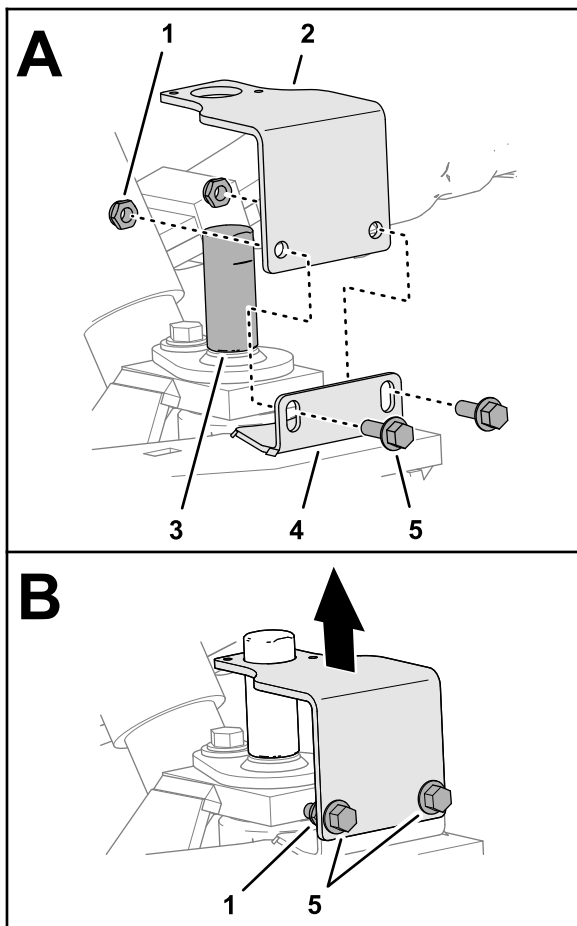

Figura 15
3. Alinee el soporte del sensor sobre la herramienta de alineación y las ranuras de la pestaña de la mangueta (Figura 15).
- Monte provisionalmente el soporte en la pestaña (Figura 15) con 2 tornillos con arandela prensada (1/4" x 3/4") y 2 contratuercas (1/4").
- Coloque el soporte en la parte inferior de las ranuras de la pestaña de la mangueta, y apriete los tornillos con arandela prensada y las contratuercas (Figura 15).